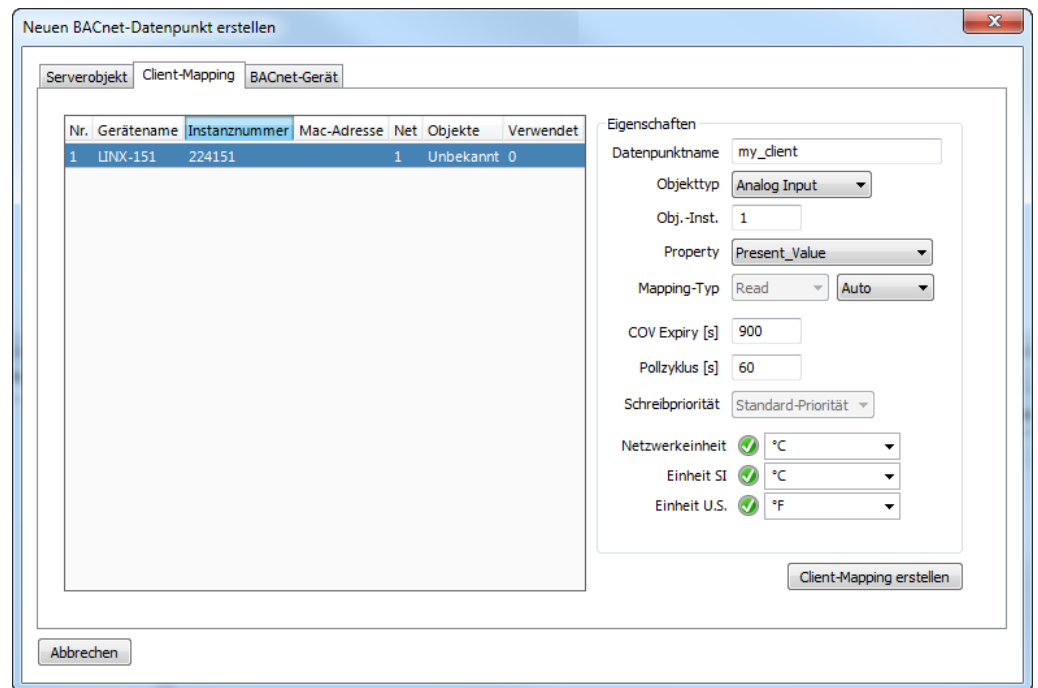

Abbildung 125: Dialogfenster Client-Mapping erstellen.
2. Klicken Sie mit der rechten Maustaste in die Datenpunkt-Liste und wählen **Neuer Datenpunkt ...** aus dem Kontextmenü aus. Es wird das Dialogfenster **Neuen BACnet-Datenpunkt erstellen** geöffnet, siehe Abbildung 125.